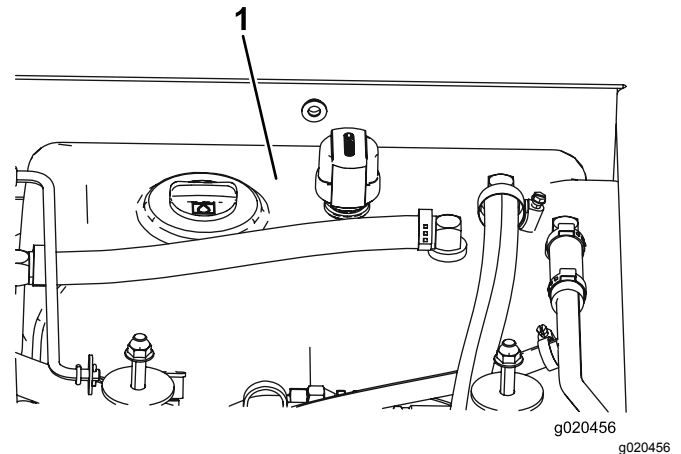

Figure 97
4. Remplissez le réservoir (Figure 97) de liquide hydraulique ; voir Contrôle du niveau de liquide hydraulique (page 68).